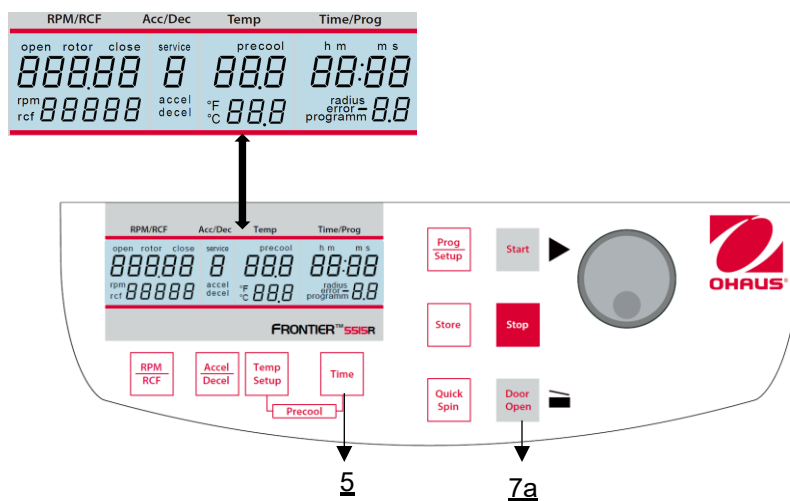

Figura 29
Aprire il coperchio della centrifuga e spegnere l'interruttore principale. Riaccendere l'interruttore principale. Per circa 3 secondi sul display viene visualizzato il nome del modello e la versione attuale del software. Durante questo tempo, premere contemporaneamente i tasti **"Tempo"** (5) e **"Porta aperta"** (7a). Di conseguenza, viene eseguito un test del display per circa 3 secondi. Tutti gli indicatori vengono visualizzati contemporaneamente (**vedere Figura 29**).